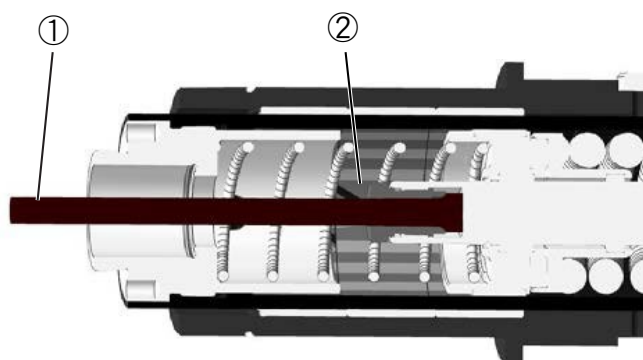

図 16: スピンドルのパンチナットとパンチの位置
3. パンチナット用レンチの突起のある方から挿入してパンチナット(図 16、②)の溝に突起を噛み合わせて下さい。
5. パンチナットを完全に緩め、パンチナットとパンチ(図 16、①)をスピンドルハウジングから引き抜いて下さい。